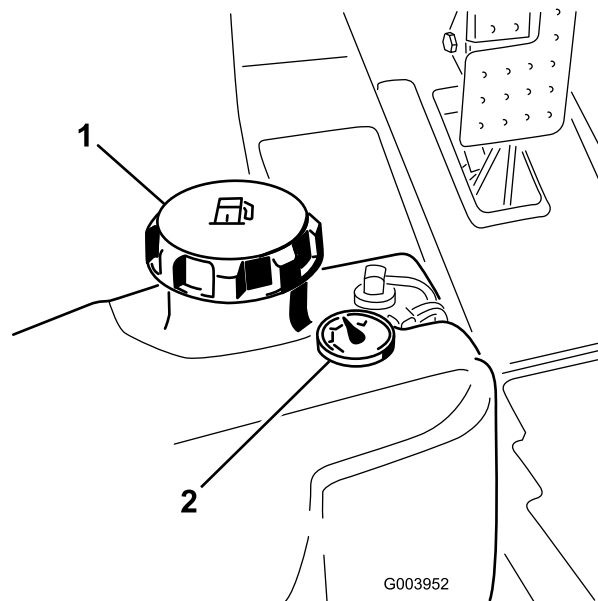

Рисунок 36
3. Снимите крышку топливного бака (Рисунок 36).